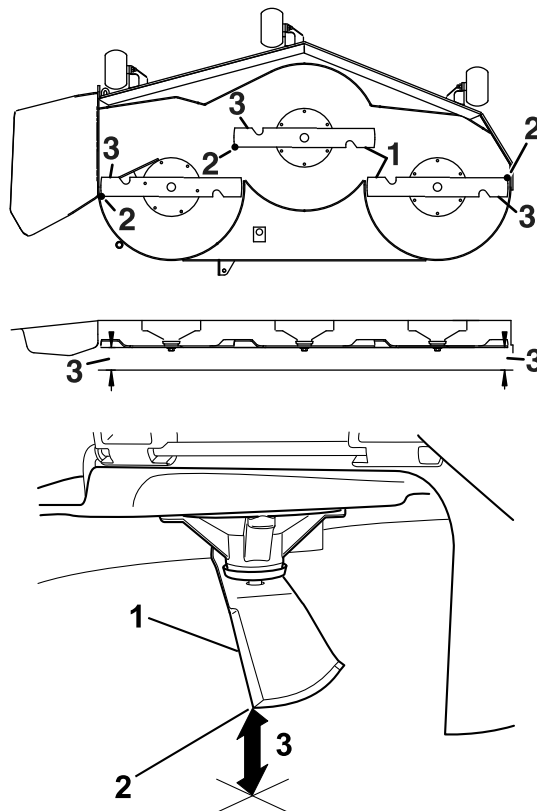

Figura 81
- Misurate tra la punta della lama e la superficie piana (Figura 81). Se le misure non rientrano entro 5 mm, regolate il livellamento; proseguite con questa procedura.
12. Ruotate con cautela le lame da un lato all'altro (Figura 81).